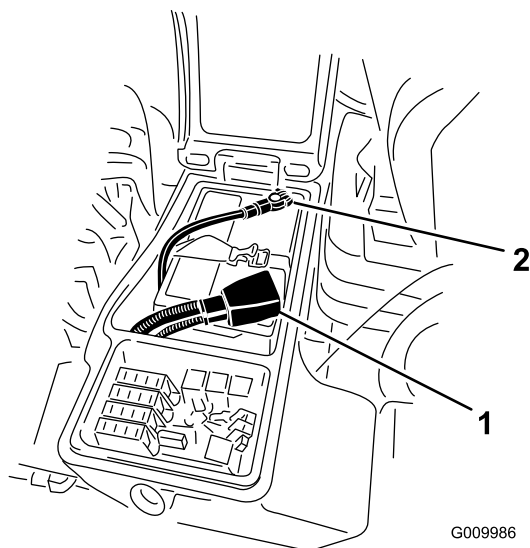

Figura 59
3. Desconecte el cable negativo (negro) del borne negativo (-) y el cable positivo (rojo) del borne positivo (+) de la batería (Figura 59).
6. Conecte el cable positivo (rojo) al borne positivo (+) y el cable negativo (negro) al borne negativo (-) de la batería (Figura 59).